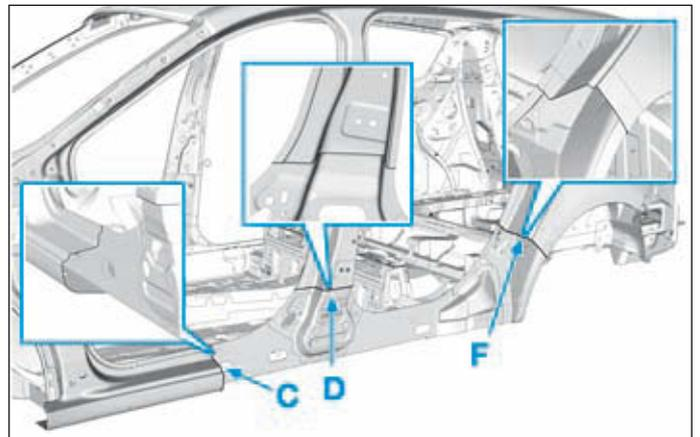

FIG.44
- Tenir compte du détail de coupe (Fig.44).